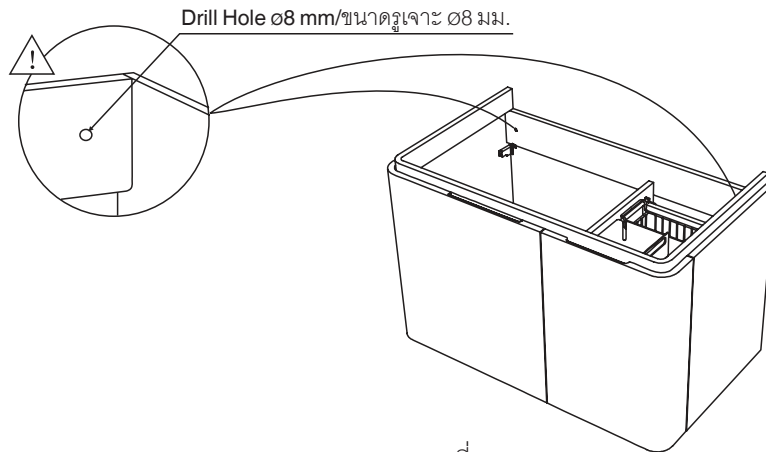

Fig. 7/ภาพแสดงที่ 7
6. Mark the wall through two holes at the corresponding positions as shown in Fig. 7.